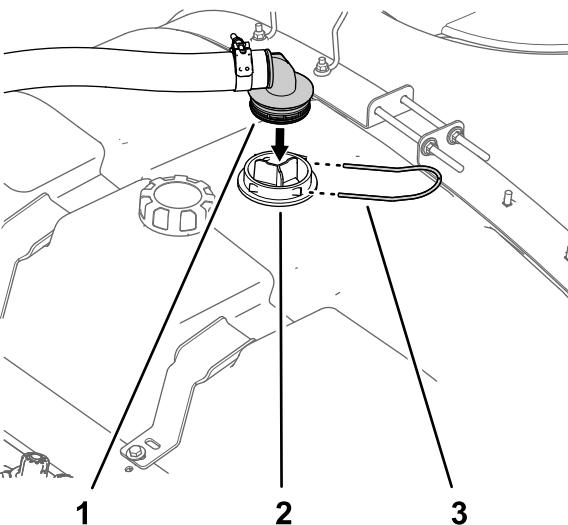

Figure 18
- Placez le raccord à 90° cannelé du flexible d'alimentation en face du boîtier de la crêpine d'aspiration (Figure 18).
- Fixez le raccord à 90° au boîtier (Figure 18) à l'aide de l'étrier que vous avez retiré à l'opération 1 de Dépose du réservoir de rinçage (page 5).